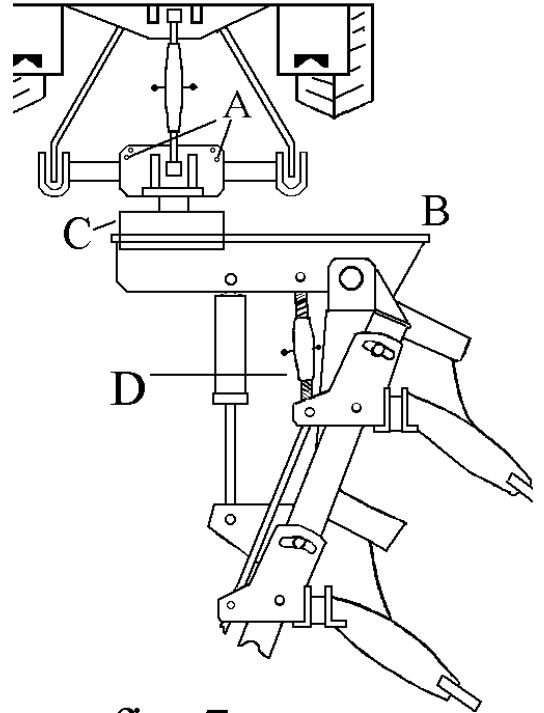

fig. 7c
Per eseguire l'aratura con trattore fuorisolco è necessario disporre dell'apposita pista, (B fig.7c) che permette di usufruire di un maggiore spostamento laterale dei corpi aratro ( fig. 7c).
Posizionando l'aratro come nella fig. 7c si effettua l'aratura in fuorisolco.
**Importante!** Bloccare la barra sterzo con gli appositi perni (A fig.7c).
Gli sbandamenti laterali, che si dovessero eventualmente riscontrare durante l'aratura sulla linea di trazione trattore aratro, possono essere corretti facilmente tramite il tirante regolabile (D fig. 7c):